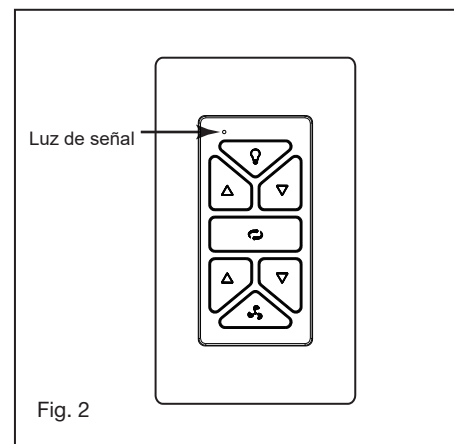

Fig. 2
- 2 Levante el anillo decorativo contra el soporte de montaje, los cuatro soportes dentro del anillo decorativo deben colocarse contra las cuatro ranuras del soporte de montaje, gire el anillo decorativo en sentido horario hasta que quede ajustado (Fig. 2).
- 2 Mientras sostiene el conjunto de LED debajo de su ventilador, haga las conexiones de enchufe polarizado: (Fig.2)
- 6 Luz de señal (Fig.2)